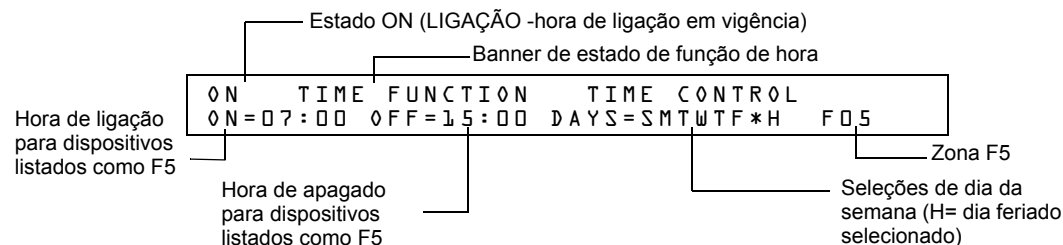

Figura A.4 Exemplo de leitura de estado para função Hora
O controle de hora está ativo para todos os dias da semana listados em F5 ou F6. Os dias feriados (Holidays) listados em F7 ficam excluídos, a menos que se inclua Holidays (H, dias feriados) na seleção de dias da semana de F5 e F6 (como se mostra na figura A.4). Ingresse as funções de hora em formato de 24 horas com a hora de apagado (OFF) posterior a de aceso (ON). Sempre restabeleça o painel de controle depois de trocar a programação ao utilizar o controle de hora.